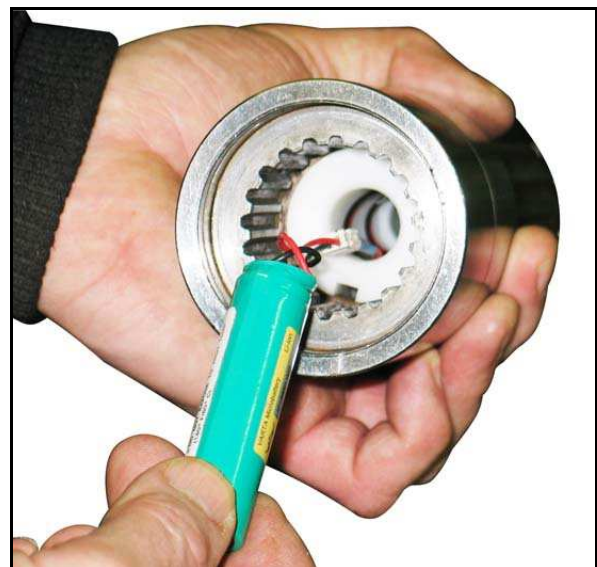

Fig. 64
5. Retirez la batterie du coffret de batterie (Fig. 64).